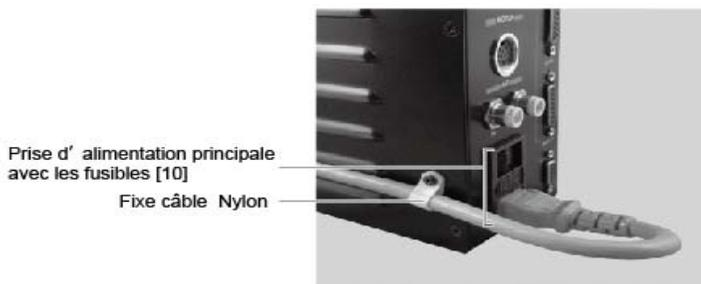

Fig. 21
- (1) Insérez la prise femelle du cordon d'alimentation dans la prise avec fusibles sur l'avant du BOITIER de CONTROLE.
- (2) Un trou conique est prévu sur le bas du côté droit du BOITIER de CONTROLE pour la fixation du fixe câble. Utilisez le fixe câble en nylon fourni pour fixer le cordon d'alimentation sur le côté du BOITIER de CONTROLE quand ce dernier est monté verticalement.
- * Quand le BOITIER de CONTROLE est monté horizontalement (Fig. 21), n'utilisez pas le fixe câble en nylon fourni pour fixer le cordon d'alimentation sur le côté du BOITIER de CONTROLE.